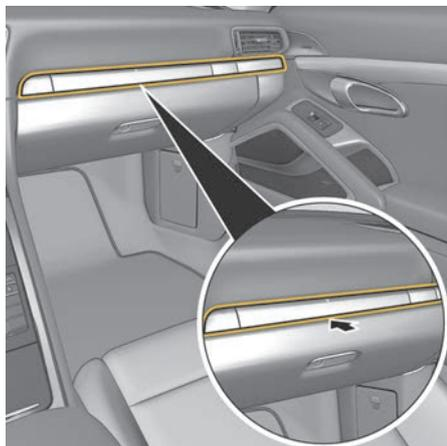

Fig. 168 : Porte-boissons
1. Appuyez sur le cache (fig. 168).